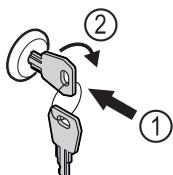

Fig. 129
- Introduceți cheia prin apăsare Fig. 129 (1).
- Rotiți cheia cu 90° în sensul acelor de ceasornic Fig. 129 (2).